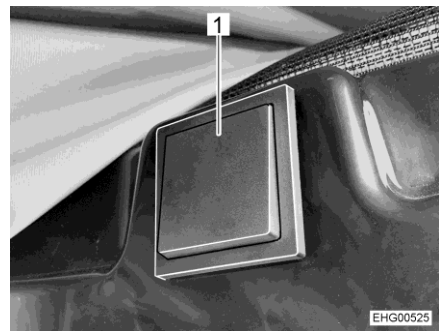

Bild 48 Taster für elektrische Entriegelung
Der Taster für die elektrische Entriegelung (Bild 48) ist auf der rechten Seite im Bereich über der Schiebetür angebracht.
- Taster (Bild 48,1) mindestens 2 Sekunden lang drücken.